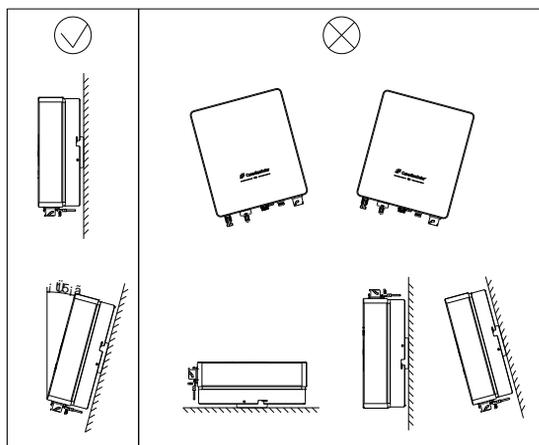

FIG.6 5 Requisitos do ângulo de instalação
- 1) Pendure o inversor no suporte de parede. Mantenha o equilíbrio durante a operação para evitar que o dispositivo colida com paredes ou obstáculos, conforme FIG. 6 -9.